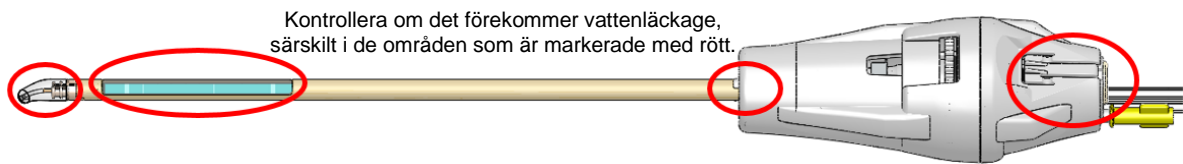

Bild 28: Områden där vattenläckage i ultraljudsapplicatorn ska kontrolleras
7. **Urolog:** Kontrollera nogga att det inte förekommer vattenläckage längs ultraljudsapplicatorns skaft och var uppmärksam på de särskilda områden som visas i *Bild 28*. Om du ser vatten är ultraljudsapplicatorn defekt och får inte användas.